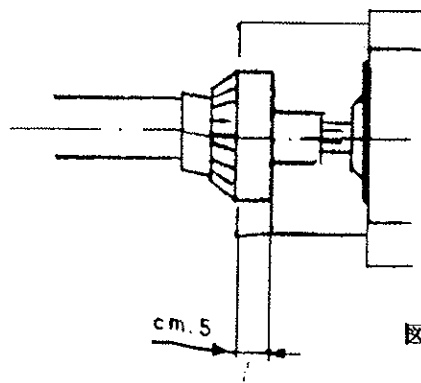

図10
- PTOシャフトの安全カバーとPTOシャフトの重なりは最低でも5cmは取って下さい。(図10)